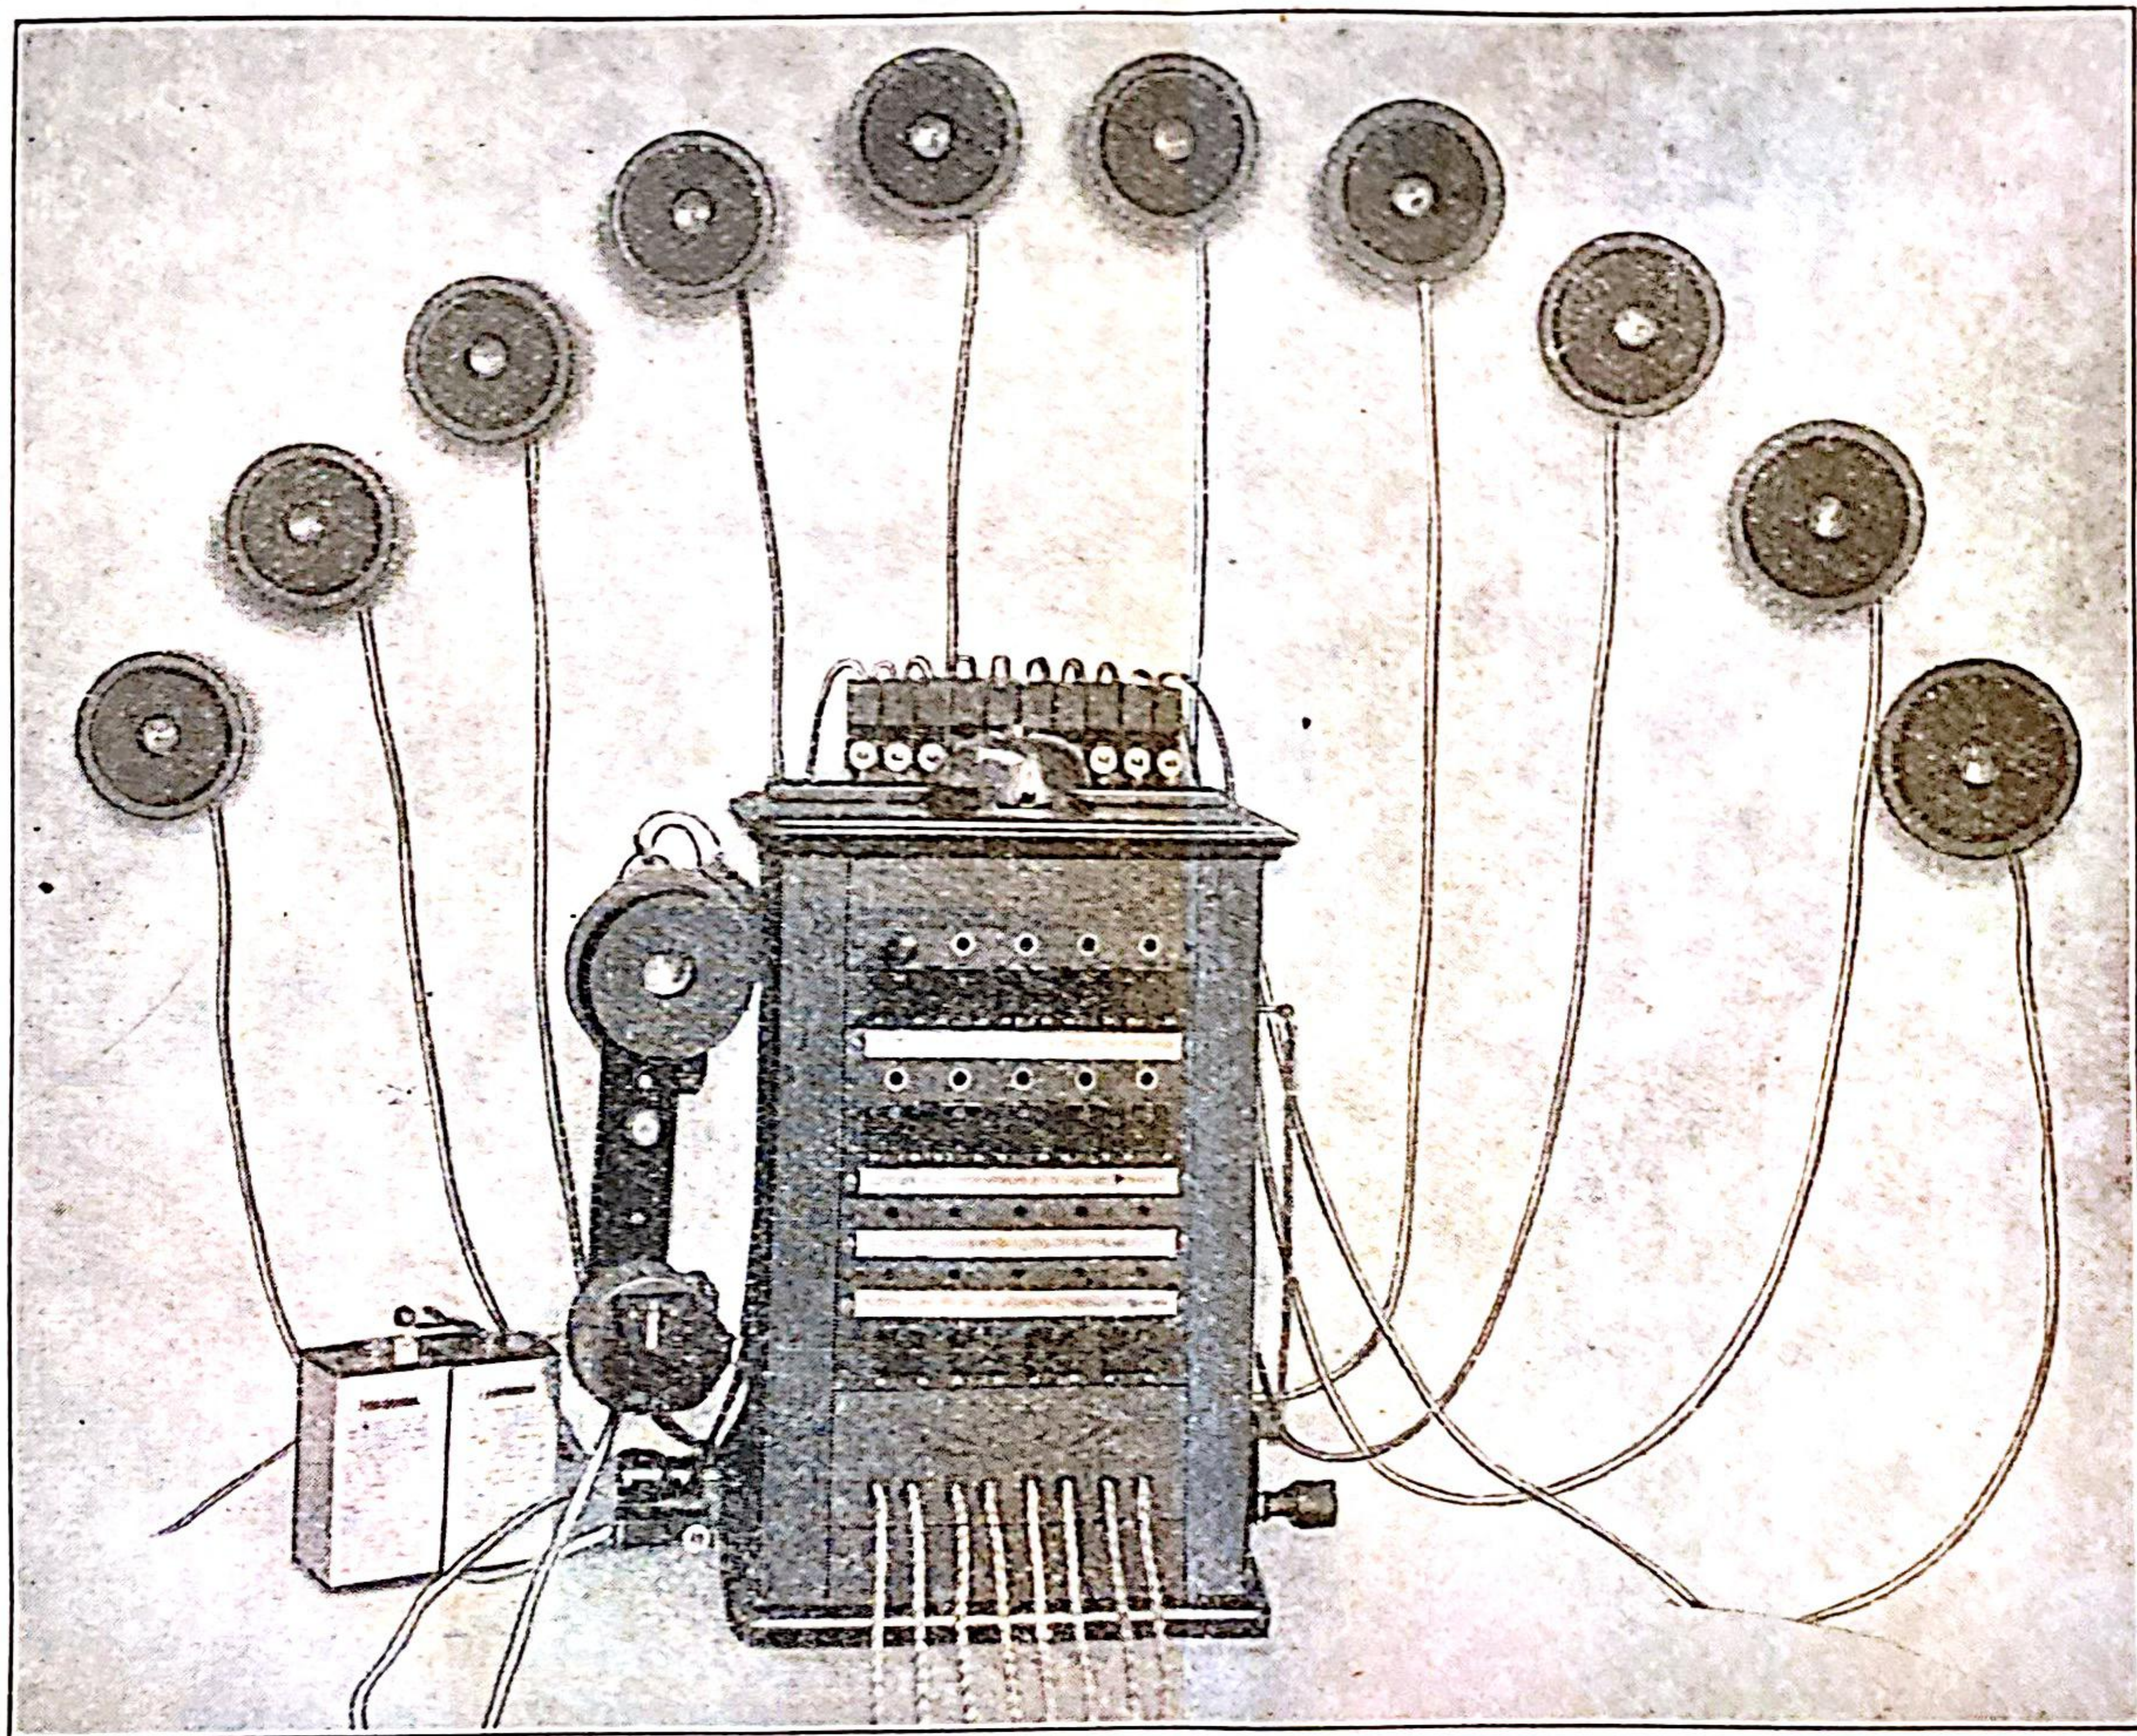

Bild 9.
19. Der Postklappenschrank O.B. 05 für Induktor und Summeranruf (Bild 9) enthält 10 Abfrageklinten, 10 Anrufklappen, 10 Verbindungsclinten, 1 Abfragestöpsel, 4 Vermittlungsschnurpaare und 4 Schlußklappen. An der linken Seite befinden sich Buchsen zum Anlegen eines Armeefernsprechers und ein Hafenumschalter; rechts ist die Induktorkurbel angebracht. Oben auf dem Schrank sind ein Gleichstromwecker,  $10 \times 2$  Buchsen zum Anschalten von Anrufternhörern (Kopffernhörer) und Leitungsflemmen angeordnet. Im Schrank=